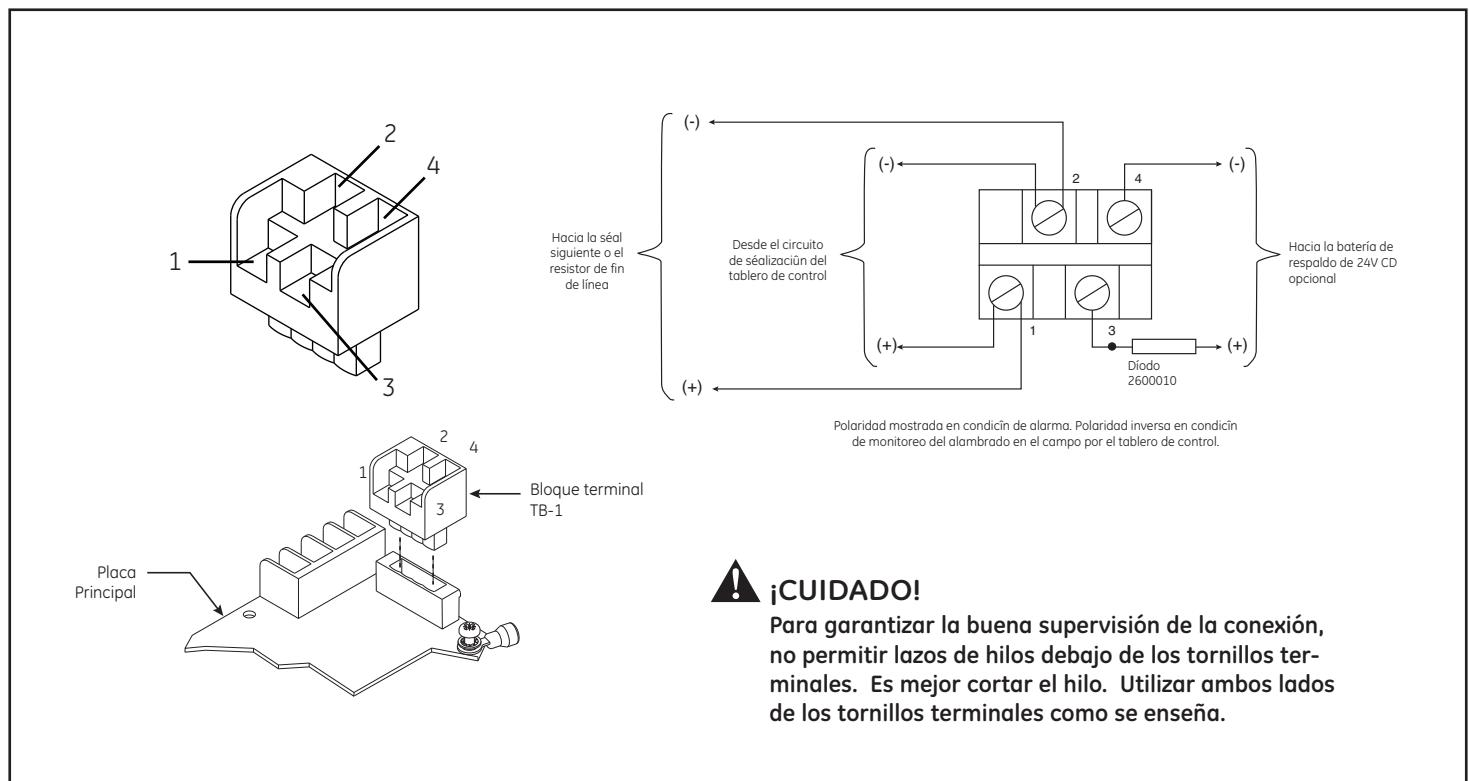

Figura 3. Alambrado al bloque terminal BT1
Para garantizar la buena supervisión de la conexión, no permitir lazos de hilos debajo de los tornillos terminales. Es mejor cortar el hilo. Utilizar ambos lados de los tornillos terminales como se enseña en la Figura 3.
- Conectar la alimentación entrante a los terminales TB1 uno y dos en la placa principal como enseña la Figura 3. Se tiene que respetar la polaridad.
- Conectar los hilos que van a la señal siguiente o al resistor de fin de línea con los terminales TB1 uno y dos en la placa principal como se ve en la Figura 3. Se tiene que respetar la polaridad.
- Opcional: Se puede conectar una batería exterior de 24V CD (no incluida) en serie con un diodo separado, número de parte 2600010 (incluido) a los terminales TB1 tres y cuatro en la placa principal como se ve en la Figura 3 y como se indica en el diodo.
**NOTA:** El "Terminal Block" o TB1 se puede desconectar de la placa principal para completar el cableado como se ve en la Figura 3.